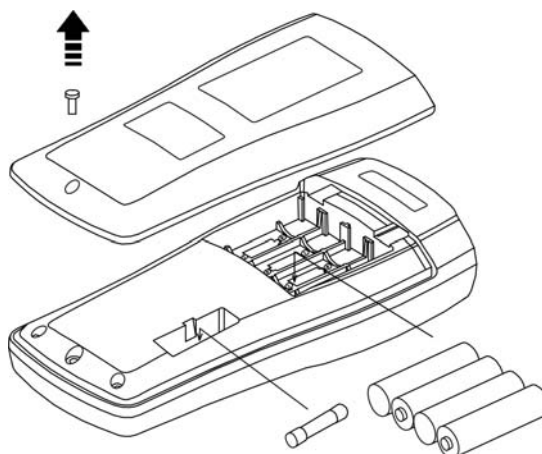

Abb. 11: Ersatz der Batterien und der inneren Schmelzsicherung
3. Entfernen Sie die Batterien und stecken Sie dieselbe Menge von Batterien desselben Typs ein (siehe § 6.1.3). Achten Sie dabei auf die richtige Polarität. Dann stellen Sie den Batteriefachdeckel wieder in Platz (siehe Abb. 11). Verwenden Sie dabei die geeigneten Behälter zur Entsorgung der Batterien